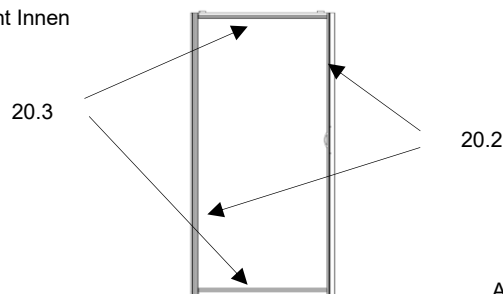

Abb.26
- montieren der Keildichtung Pos. 5 und 6 (Abb. 26)